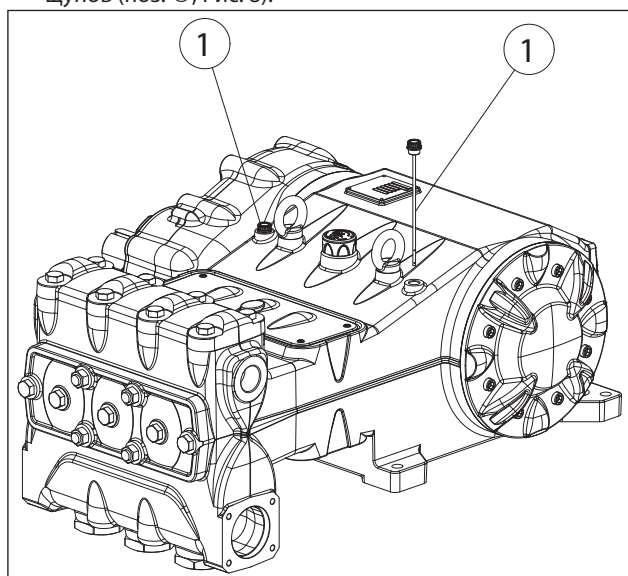

Рис. 8
- Масло в картере насоса находится на нужном уровне по результатам проверки при помощи специальных щупов (поз. ①, Рис. 8).